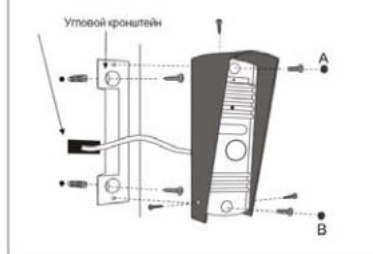

Рисунок 1.
- Подготовьте место установки панели. Рекомендуются размещать панель так, чтобы видеокамера располагалась на высоте 1.45... 1.6 м от уровня пола (см. рис. 1).